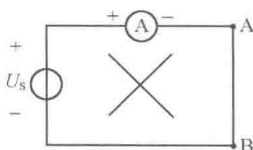

图 1-3 电流表不准与电源并联
(3) 电流表不准与电源并联,即电流表不准与不带负载的电源连接在一起,如图 1-3 所示,因为电流表的内阻很小,这样连接会因流过电流表的电流过大而把表烧坏。